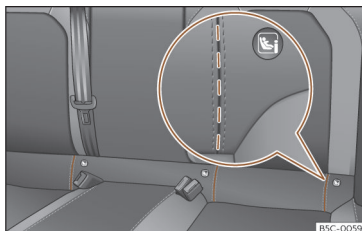

Fig. 31 Asiento trasero: ranuras troqueladas para acceder a las anillas de sujeción ISOFIX/i-Size.
En algunos vehículos, las anillas van fijadas al armazón del asiento y en otros al suelo posterior. Las anillas “ISOFIX” están ubicadas entre el respaldo y el cojín del asiento trasero >>> **fig. 31**. Las anillas Top Tether están situadas en la zona posterior de los respaldos
- Proceda previamente a la apertura manual del troquelado situado detrás de las ranuras marcadas para tener acceso a las argollas de sujeción»» fig. 31.